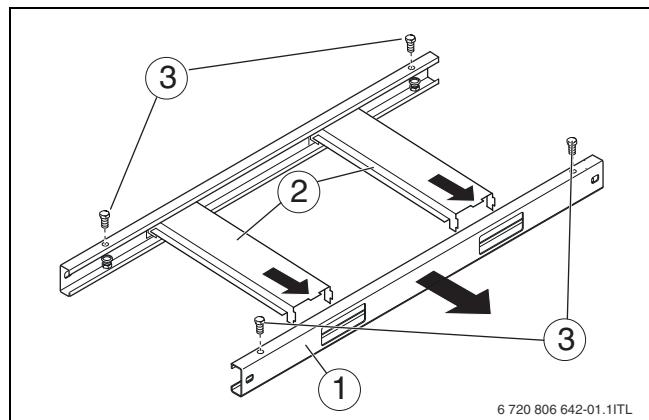

Рис. 11 Демонтаж опорной рамы
Для уменьшения габаритной высоты можно демонтировать рельсы опорной рамы (→ рис. 11, [1]) с поперечными балками.
- Демонтируйте раму согласно рис. 11.